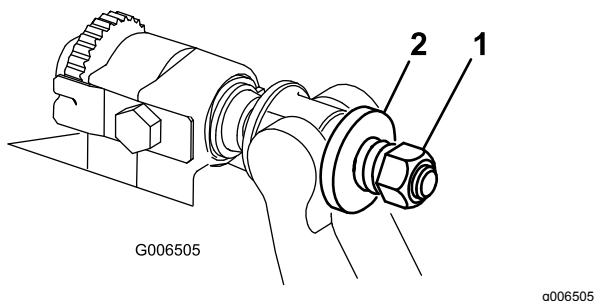

Bild 32
4. Ziehen Sie die Federspannungsmutter an, bis die Feder zusammengedrückt ist, drehen Sie sie dann um eine halbe Umdrehung heraus (Bild 32).
10. Ziehen Sie die Mutter an jedem Untermesserträger ein, bis die Druckfeder ganz zusammengedrückt ist, lösen Sie die Mutter dann um eine halbe Umdrehung (Bild 32).